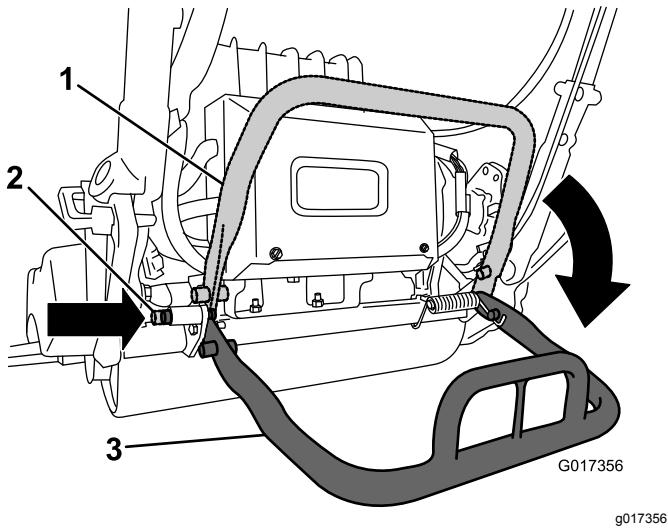

図 6
2. キックスタンドを下げる、ロッキングピンを差し込んでキックスタンドを整備位置に固定する図6。キックスタンドをロックして機体を支える。